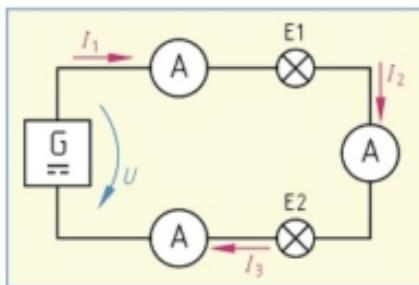

Figura 1: Circuit în serie, măsurarea curentului
**Experimentul 1:** conectați două becuri incandescente de aceeași putere, în serie, la un generator electric. Măsurăți curentul înainte de primul bec, între cele două becuri, și după cel de-al doilea bec. (Figura 1). Comparați măsurările între ele. *Toate ampermetrele arată același curent ( $I_1 = I_2 = I_3$ )*.